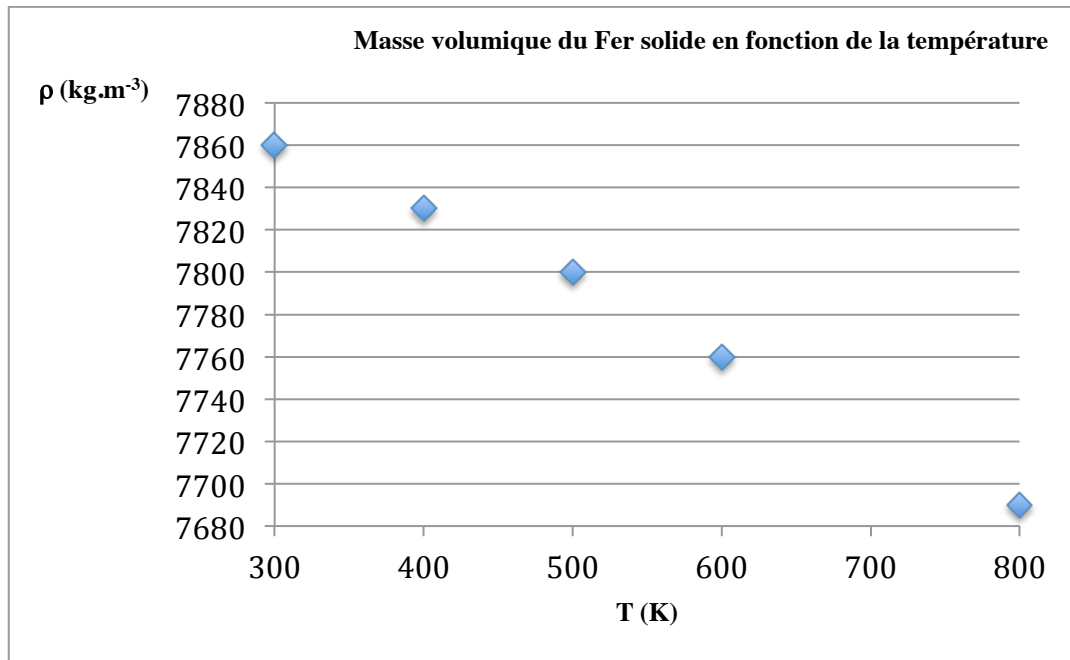

Figure 2 : masse volumique du Fer solide entre 300 et 800 K
- A l'aide des données fournies dans le Tableau 1 et la figure 2 (voir le paragraphe **Propriétés du Fer solide**), proposer une équation permettant de calculer la masse volumique du Fer solide en fonction de la température entre 300 et 800 K.
La figure 2 représente les valeurs de la masse volumique du Fer solide entre 300 et 800 K.
3. On considère le dispositif schématisé figure 1 ci-dessous : un récipient est rempli d'eau liquide à l'aide d'une canalisation fournissant un débit volumique de liquide $q_{ve}(t)$ variant dans le temps selon la courbe donnée figure 2.